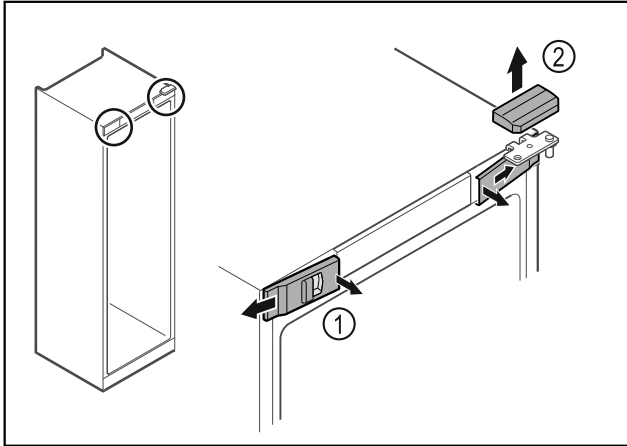

Fig. 16
- ▶ Paina etummaisiet suojuksiet Fig. 16 (1) sisäpuolelta irti ja ota ne sivukautta pois.
- ▶ Ota ylempi suojuks Fig. 16 (2) yläkautta pois.